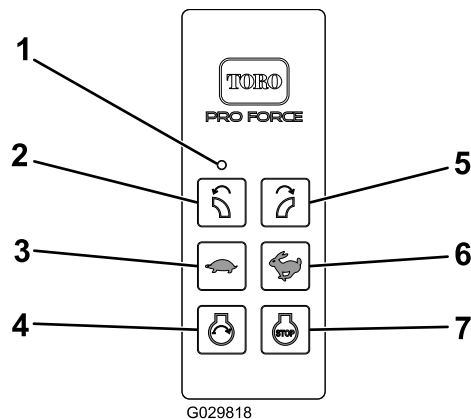

图 13
4. 只有在“发动机开始启动条件”处于活跃状态时按下“启动”按钮“发动机启动”才会通电。仅在执行以下“发动机开始启动顺序”后“发动机开始启动条件”才会处于活跃状态图 13